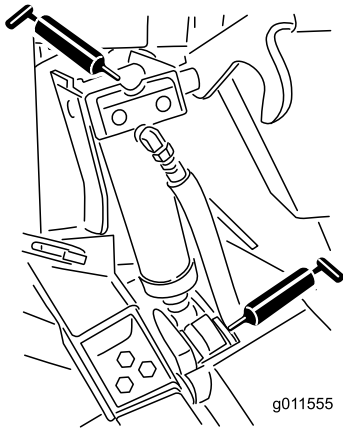

Рисунок 72
- Втулки гидроцилиндров подъема (4 шт.) (Рисунок 72)